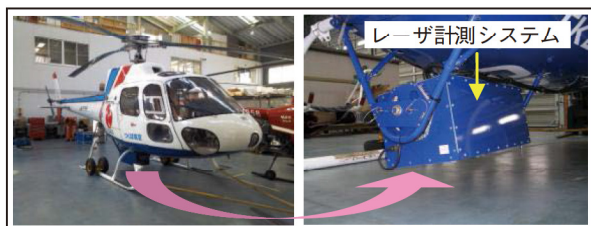

図3 ヘリコプターとレーザ計測システム
- ・ヘリコプター底部のレーザ計測システムを傾斜0°~20°の範囲を可変で搭載することができます(図3)。